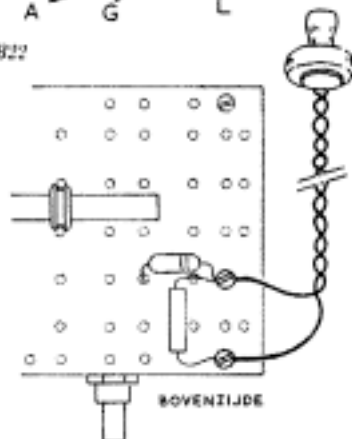

Fig. B23
20. Maak de blanke uiteinden van het telefoonsnoertje vast in de twee klemmen aan de bovenzijde, waarin ook de weerstand is bevestigd (figuur B23).